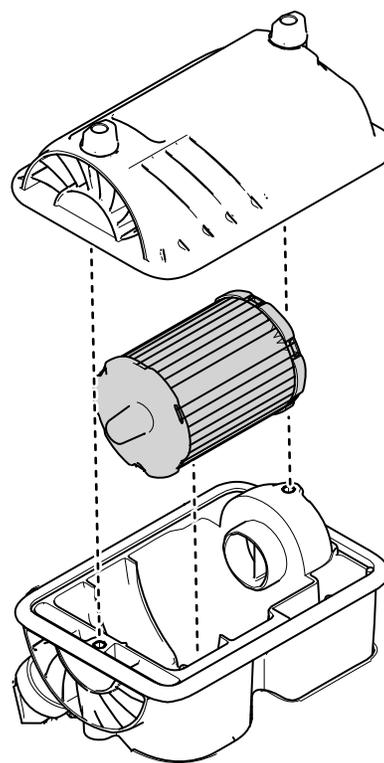

図 28
1. エアクリーナのボディからエアクリーナ要素をゆっくり引き出す 図 28。
4. エアクリーナーカバーを取り付ける 図 28。